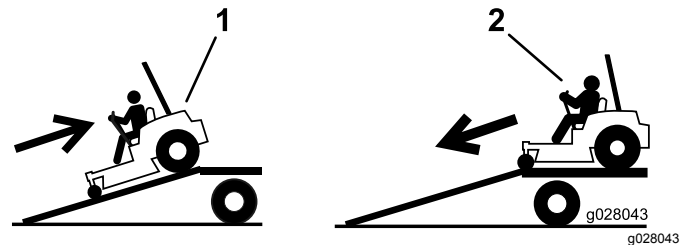

Figura 44
2. Baje la máquina por la rampa conduciendo hacia adelante (Figura 44).